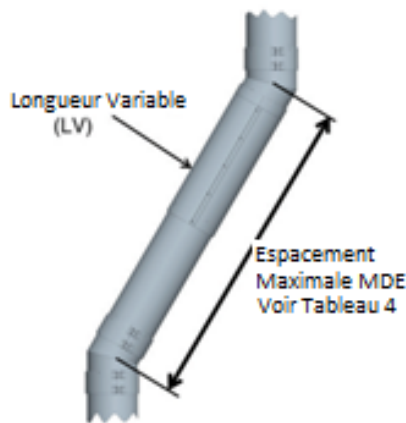

Figure 44: Distance Maximale entre deux supports lors de déviation
1. La longueur de la déviation est déterminée par des considérations de résistance de force. La dimension maximale entre les supports est donnée dans le tableau 7 & 8, et est applicable à toutes les orientations horizontales et inclinées. Voir la figure 44.